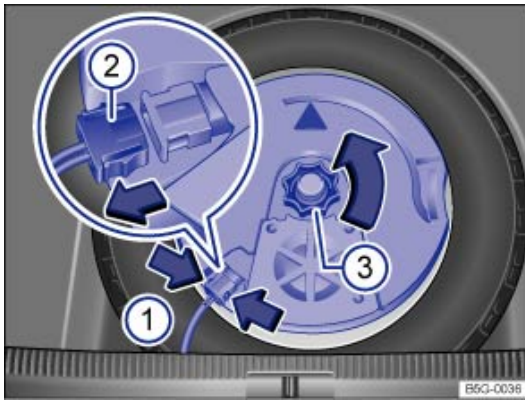

Fig. 142 Dans le coffre à bagages : dépose du subwoofer (variante 1)
- Pour déverrouiller la fiche \Rightarrow Fig. 142②, compressez les ergots de fixation \Rightarrow Fig. 142 (flèches ①).
- Débranchez le connecteur \Rightarrow Fig. 142② dans le sens de la flèche, puis posez le câble électrique débranché sur le côté.
- Dévissez la molette \Rightarrow Fig. 142③ en la tournant dans le sens de la flèche.
- Branchez la fiche \Rightarrow Fig. 142② jusqu'à ce qu'elle s'encliquette de manière audible.
- Tournez la molette \Rightarrow Fig. 142③ de la goupille filetée dans le sens inverse de la flèche jusqu'à ce que le subwoofer soit solidement fixé.